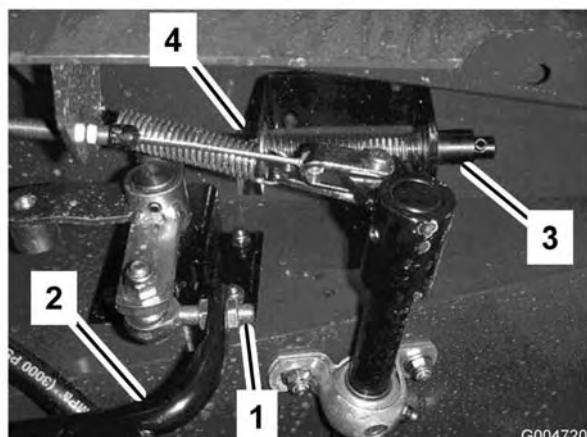

Bild 69
3. Lockern Sie die Klemmmuttern am Stangenende und stellen die Länge der Fahrpedalstange (Bild 69) so ein, dass das Pedal den Anschlag kurz vor dem Zeitpunkt erreicht, zu dem der Pumpenhebel seinen vollen Ausschlag erreicht. Ziehen Sie dann die Klemmmuttern fest.
3. Füllen Sie den Tank (Bild 69) mit ungefähr 30 l Hydrauliköl, siehe „Prüfen der Hydraulikanlage“.